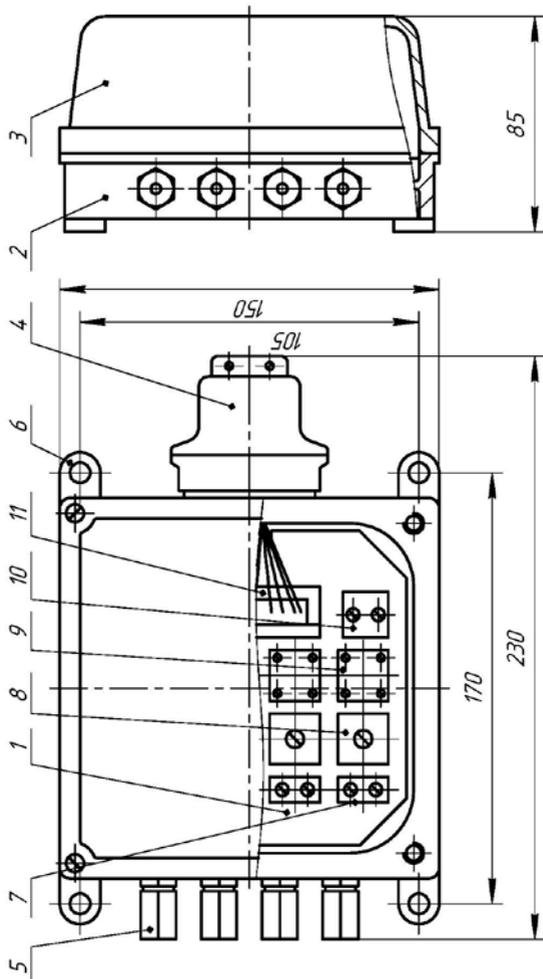

Рис. 1
Основной частью преобразователя является коммутационная плата (1) рис.1 с элементами пневмоавтоматики. Плата неподвижно закреплена в корпусе (2). Через присоединительные штуцера (5) к преобразователю подводится давление питания и входные пневматические сигналы.